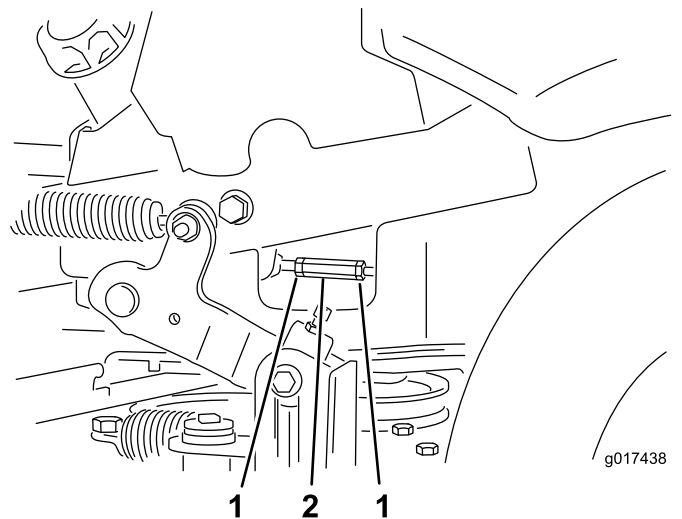

Figura 67
7. Ponga las palancas de control de movimiento en la posición de punto muerto. Ajuste las varillas de control de la bomba aflojando las dos contratuercas y girando la tuerca de ajuste en el sentido apropiado, hasta que las ruedas se muevan ligeramente en marcha atrás (Figura 67). Mueva las palancas de control de movimiento a la posición de marcha atrás y, aplicando una ligera presión a la palanca, deje que los muelles de marcha atrás devuelvan las palancas a punto muerto. Las ruedas deben dejar de girar o moverse muy lentamente en marcha atrás.
8. Apriete las dos contratuercas contra la tuerca de ajuste (Figura 67).